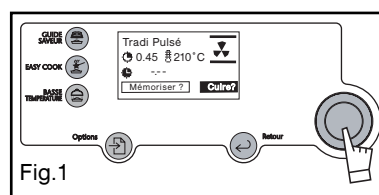

Fig.1
Une fois que vous avez validé, appuyez sur "cuire", votre programme de cuisson démarre immédiatement ou se met en veille si vous avez différé votre heure de fin de cuisson (fig.1).
- Appuyez sur le bouton **"Guide Saveur"** (fig 1).